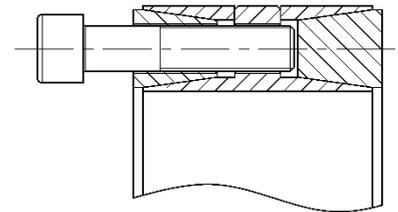

Fig. 3
- III. A liberação do anel traseiro (Fig. 3) ocorrerá quando apertar os parafusos extratores montados nas roscas extratoras do anel interno.